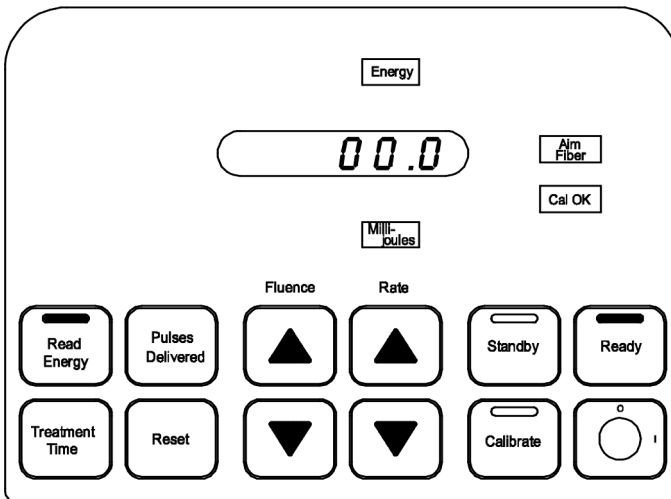

**Figur 11**
7. Når excimerlasersystemets stråling er på, lagres den totale behandlingstiden. For å hente inn behandlingstiden må du stanse laserstrålingen og trykke ned **Treatment Time** (Behandlingstid)-knappen. Indikatorlampen **Min-Sec** (Min-Sek) tennes, og den totale behandlingstiden vises i displayvinduet. (Figur 11)